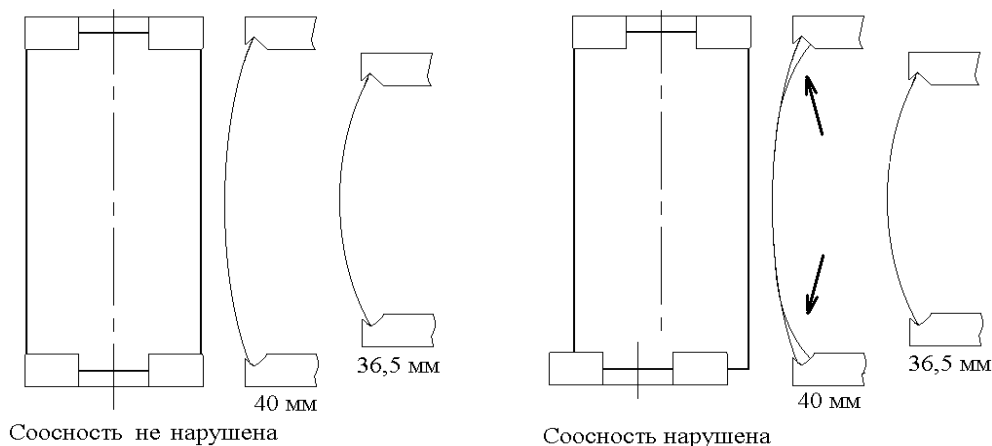

Рисунок 22 – Проверка соосности захватов
- проверить соосность захватов и их параллельность (см. рисунок 22, 23).
Приподнимая нижний захват пальцем на расстояние от 3 до 4,5 мм, найдите такую точку обзора, при которой изогнутая пластина выглядит сбоку как тонкая линия. Расстояние от точки обзора до пластины должно быть не менее 50 см. Отпустите захват – при этом он возвратится в положение 40 мм. Если при этом изогнутая пластина выглядит сбоку также как тонкая линия – то захват настроен корректно. Если при этом заметно **«утолщение»** сверху или снизу, превышающее две толщины пластины (эффект **«пропеллера»**) – то настройка захватов нарушена (см. рисунок 22).